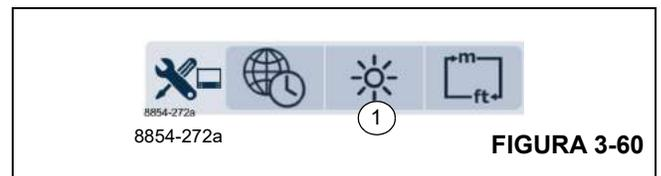

FIGURA 3-60
- Menú de configuraciones de pantalla (1), (Figura 3-60).